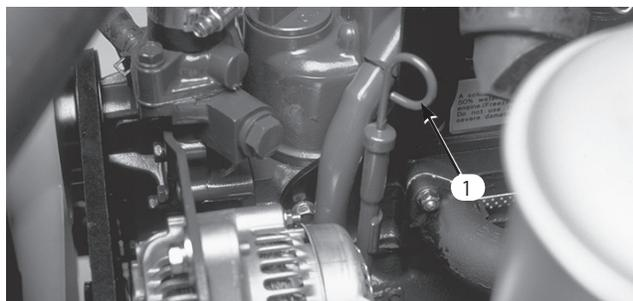

図28
2. ディップスティック（図28）を抜き、きれいなウェスで丁寧に拭く。ディップスティック・チューブの一番下までディップスティックを十分に差し込む。ディップスティックを引き抜いてオイルの量を調べる。不足であれば、ディップスティックのFULLマークまで補給する。